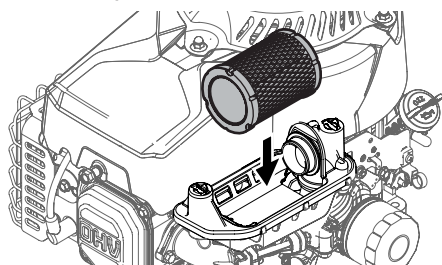

Figura 14
- Conecte el nuevo filtro de aire con elemento de espuma alineando el orificio en el filtro de aire con el colector de admisión (Figura 14).